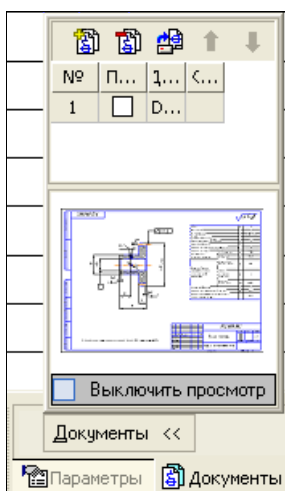

Рис. 14.37. Панель свойств в режиме создания спецификации на вкладке **Документы**
- ◆ нажмите кнопку **Открыть**, и данный чертеж будет вставлен в окно просмотра, если оно включено (рис. 14.37). Для отключения документа от объекта спецификации нажмите кнопку **Отключить документ**. Аналогично вы можете подключить чертежи ко всем объектам спецификации.